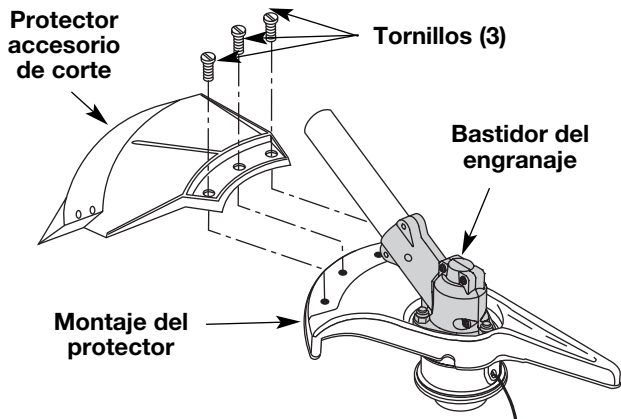

Fig. 6
Saque el protector accesorio de corte del montaje del protector retirando los tres (3) tornillos con un destornillador de vástago plano (Fig. 6). Guarde las piezas para usarlas en el futuro.
protector insertando 3 tornillos en el montaje del protector. Ajuste bien con un destornillador de vástago plano (Fig. 6).
2. Coloque el control de encendido y apagado en posición de **APAGADO (O)** (Fig. 6).